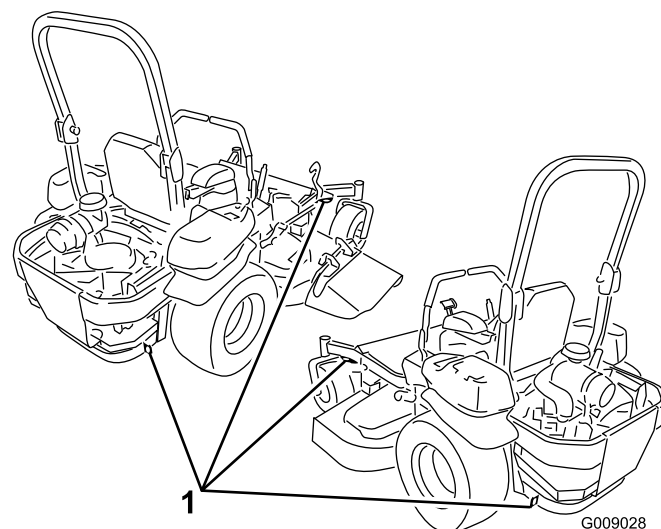

図 31
5. マシンにはロープ固定用のアイがついているので、チェーンやロープなどを使ってトラックやトレーラに機体をしっかりと固定する (図 31)